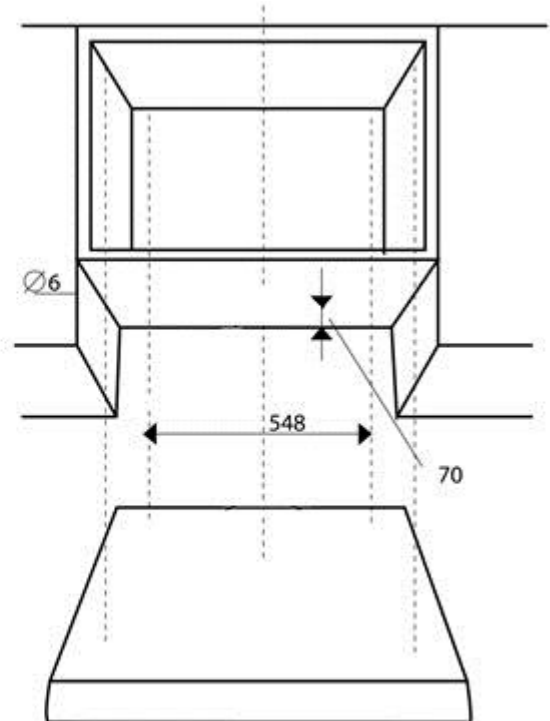

FIG. 6
2. Marcar 4 puntos para los agujeros en el gabinete, respetando las distancias indicadas(fig.6), taladre 4 agujeros de 6 mm de diametro en el gabinete.
3. Empuje el extractor contra el gabinete e inserte los 4 tornillos(5) que operan desde el interiro del gabinete. Apriete completamente los tornillos.
1. Marcar 4 puntos para los agujeros en el gabinete, respetando las distancias indicadas (fig.6). Taladre 4 agujeros de 6 mm de diametro en el gabinete.
2. Empuje el extractor contra el gabinete e inserte los 4 tornillos (5) que operan desde el interior del gabinete. Apriete completamete los tornillos.